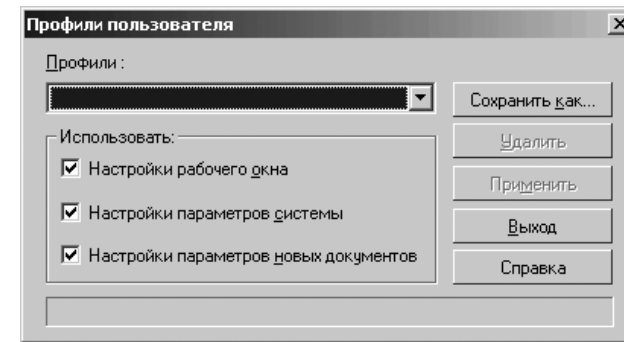

Рис. 5.115. Диалоговое окно **Профили пользователя**
- **Профили** вызывает диалоговое окно **Профили пользователя** (рис. 5.115). Это диалоговое окно предназначено для работы с профилями. **Профиль** – комплекс сведений о настройке конфигурации системы. С помощью профилей можно быстро перенастроить текущую конфигурацию системы. Например, вы можете создать профиль для разработки конструкторской документации и т.д. Затем, чтобы настроить систему для выполнения той или иной задачи, вам будет достаточно применить соответствующий профиль;